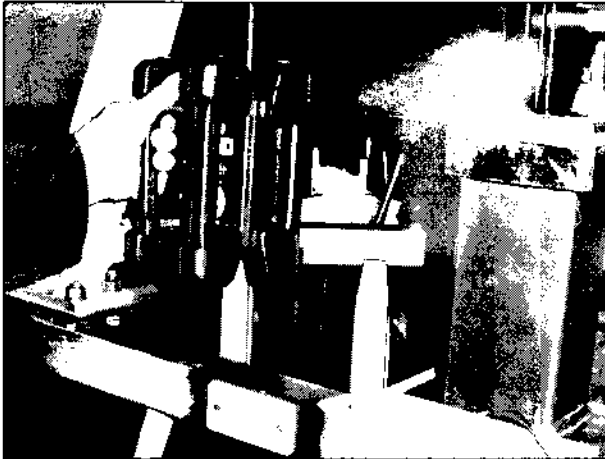

Bild 57
10. Ausrichteinheiten auf die Halter vor dem Schaltschrank aufstecken (Bild 57).